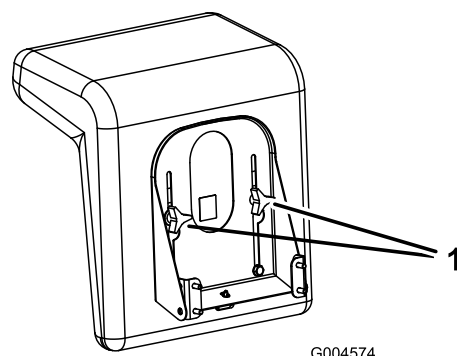

Figura 9
1. Sollevate il sedile ed allentate le manopole di regolazione (Figura 9).